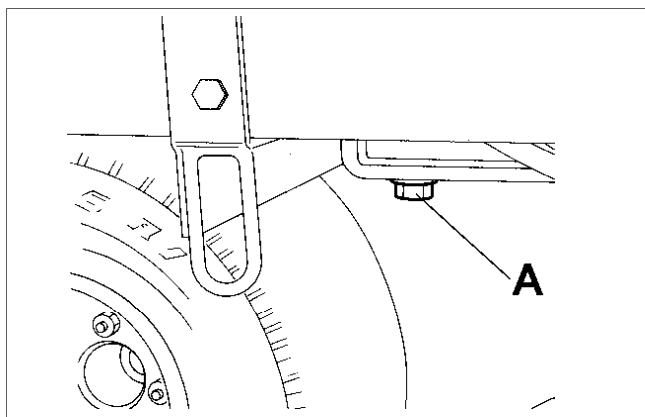

Fig.26
- Una vez calentado el motor, quitar el tapón de vaciado (A Fig. 26) y vaciar todo el aceite del colector de aceite.